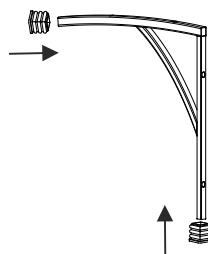

Рис.2
2. Установите пластиковые заглушки в кронштейны крепления (по 2 штуки в каждый кронштейн). Рис.2.